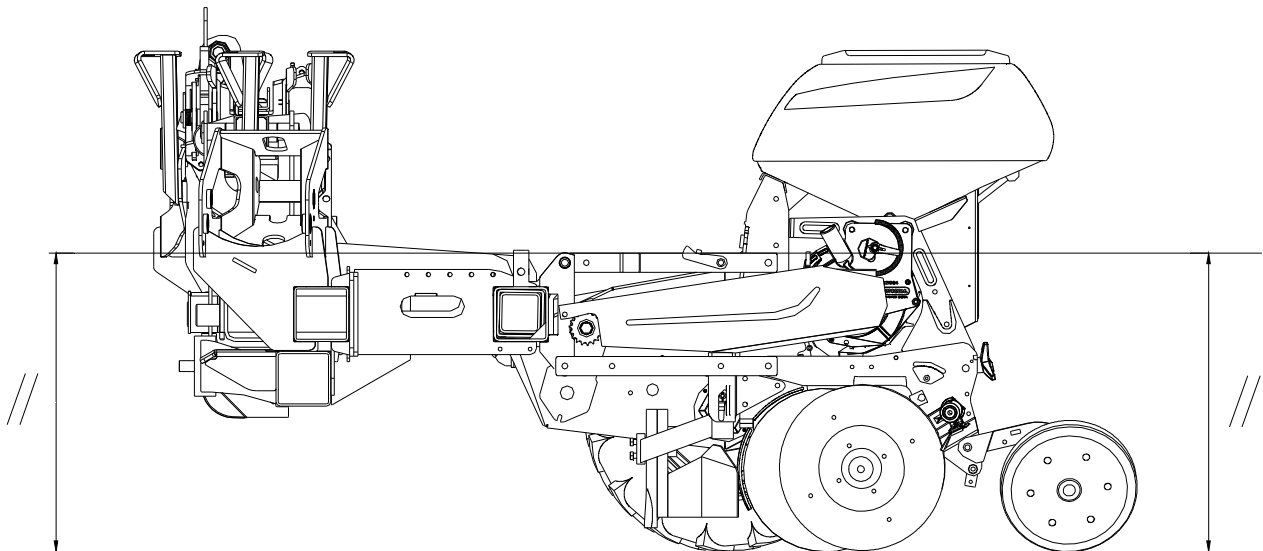

Fig. 5
- Aplomb : ajustez la longueur du tirant 3^e point (fig. 3) pour que, semoir posé au sol, la face supérieure du tube de châssis soit parallèle au sol (fig. 5).
- Plumb: adjust the length of the 3-point tie rod (fig. 3) so that when the planter is placed on the ground, the upper side of the shaft of the frame is parallel to the ground (fig. 5).
- Lotrechte Stellung: Die Länge der Zugstange 3. Punkt (Abb. 3) so einstellen, dass die Oberseite des Rahmenrohres, bei abgestellter Sämaschine, parallel zum Boden verläuft (Abb. 5).